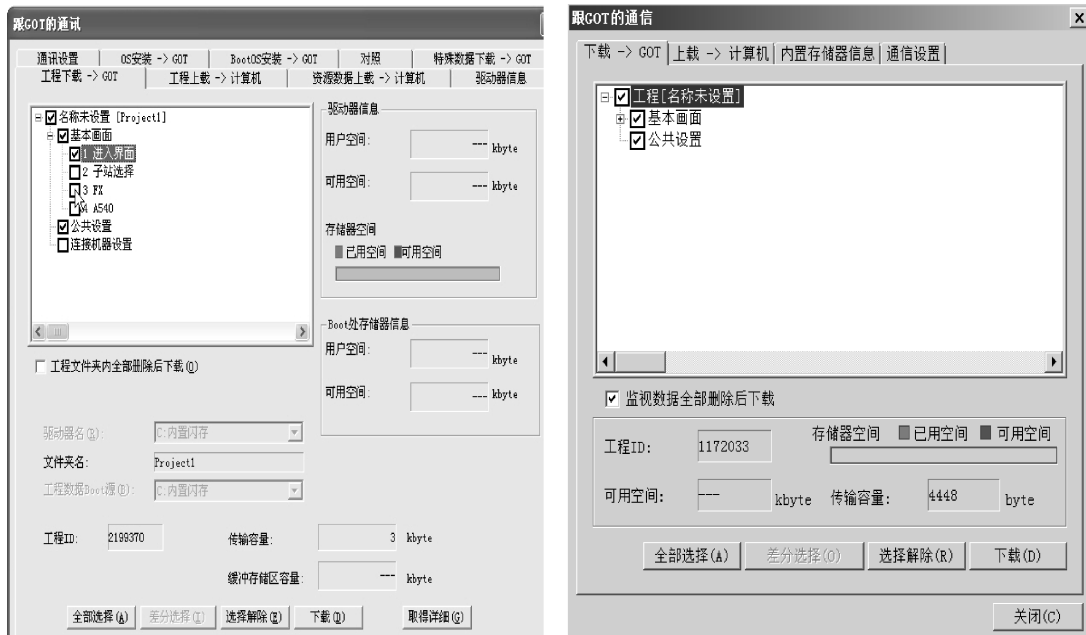

图 6-51 工程画面下载设置
(8) 当工程画面编辑完毕后，单击菜单栏中的“通信”→“跟 GOT 的通信”，弹出“跟 GOT 的通信”对话框，进行工程画面的下载。方法是：在该对话框中选择“工程下载 -> GOT”选项卡，在“基本画面”里选择需要下载的画面名称，在名称前打勾，选择完毕后单击“下载”按钮，就可以进行下载数据传输，在传输过程中禁止关闭触摸屏电源和移动 GOT 通信线，如图 6-51 所示。